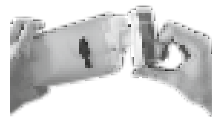

Imagen 9
- Extraiga del depósito el cierre inferior y vacíelo al suelo desde su abertura (véase imagen 9).